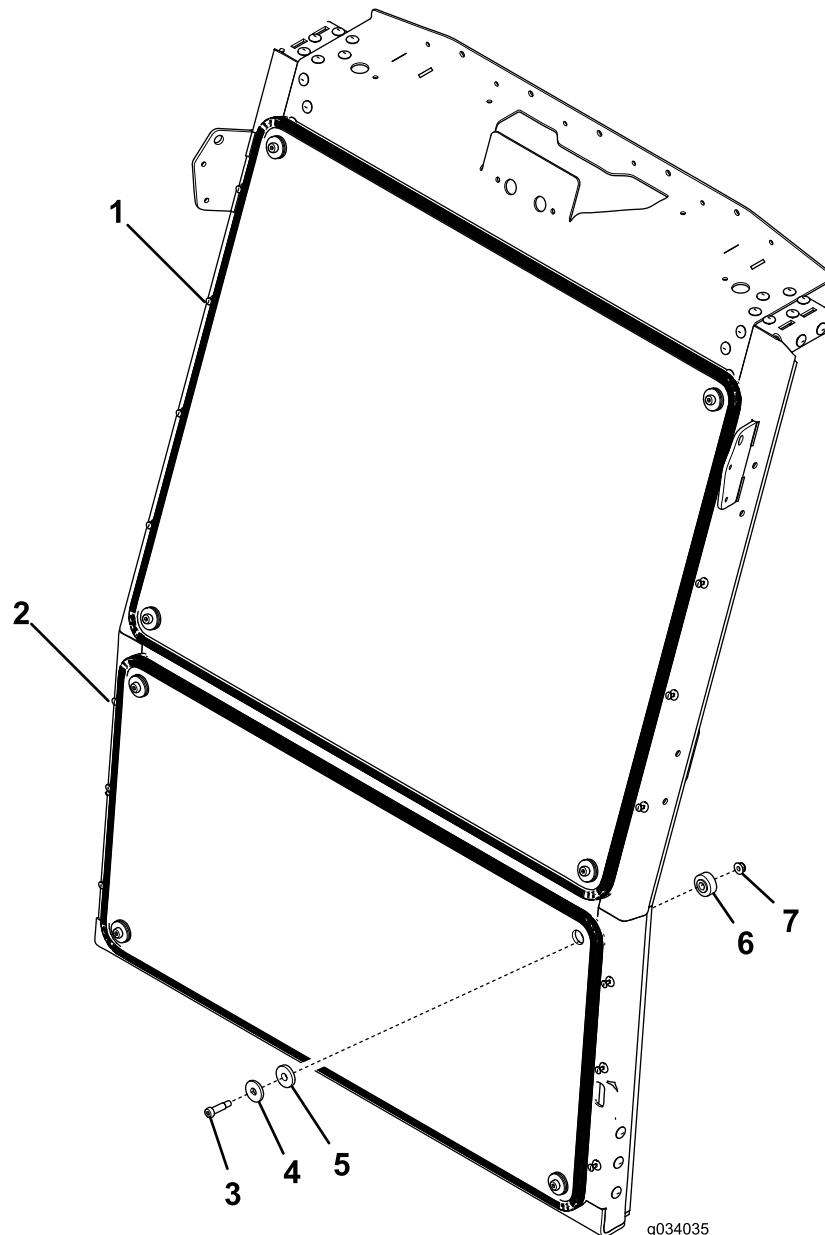

Рисунок 1
- Установите нижнее ветровое стекло и совместите монтажные отверстия (Рисунок 1).
3. Прикрепите нижнее ветровое стекло к раме при помощи крепежных деталей, как показано на Рисунок 1.
4. Установите верхнее ветровое стекло и совместите монтажные отверстия (Рисунок 1).
5. Прикрепите верхнее ветровое стекло к раме при помощи крепежных деталей, как показано на Рисунок 1.